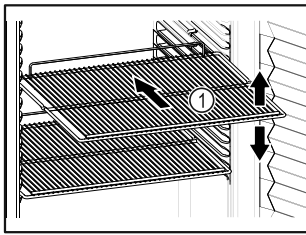

Fig. 53 Beispielhafte Darstellung
- Wenn Abstellroste Fig. 53 (1) versetzbar sind, je nach Höhe anpassen.